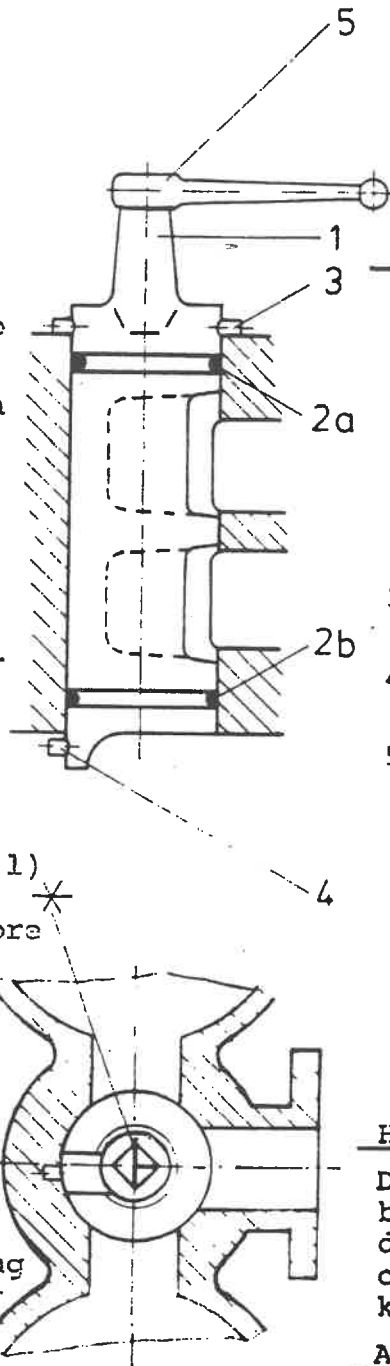

Bild 1
- 2) Kükten (1) mit O-Ring (2a) in die Hahnbohrung nur soweit durchschieben, bis die untere Nut frei wird.
- 4) Stift (4) unten einschlagen.
- 5) Kükten (1) hochziehen und in die gezeichnete Stellung drehen (Durchflusssymbol + in Bild 1 beachten) dann Stift in die seitliche Bohrung einschlagen und auf gleichmäßigen Überstand des Stiftes (3) achten.